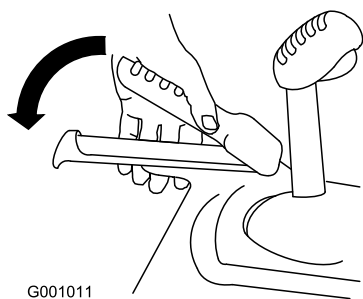

Рисунок 13
3. Прижмите левый рычаг (тяги) к рукоятке (Рисунок 13).
6. Прижмите левый рычаг (тяги) к рукоятке (Рисунок 13).